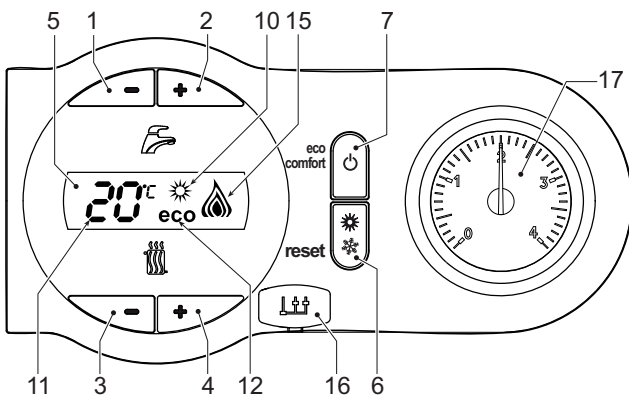
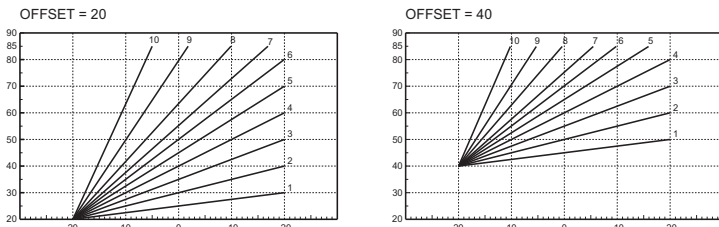

рис. 1 - Панель управления
рис. 6 - Пример параллельного смещения компенсационных характеристик
**Условные обозначения на панели управления рис. 1**
Во время запроса на отопление (направляемого комнатным термостатом или пультом ДУ с таймером)на дисплее отображается фактическая температура в контуре отопления (поз. 11 - рис. 1) и во время ожидания отопления - надпись "d2"
Во время запроса на ГВС (вызываемого потреблением горячей воды ГВС)на дисплее отображается фактическая температура выходящей горячей воды ГВС (поз. 11 - рис. 1) поочередно с надписью "SA" (ГВС) и во время ожидания подачи горячей воды - надпись "d1".
В случае неисправности (см. сар. 4.4) на дисплее отображается код неисправности (поз. 11 - рис. 1) и во время ожидания - надписи "d3" и "d4".
Нажмите кнопку "Вкл/Выкл" (поз. 7 - рис. 1) на 5 секунд.
Когда котел выключен, на электронный блок продолжает подаваться электрическое питание. При этом не происходит нагрева воды для систем отопления и ГВС. Остается активной система защиты от замерзания. Для повторного включения котла снова нажмите кнопку "Вкл/Выкл"(поз. 7 рис. 1) на 5 секунд.
Нажмите кнопку "Лето"/"Зима" (поз. 6 - рис. 1) на 2 секунды.
На дисплее высветится символ "Лето" (поз. 10 - рис. 1); При этом котел будет вырабатывать только воду для ГВС. Остается активной система антизамерзания.
Для выключения режима "Лето" вновь нажмите кнопку "Лето"/"Зима" (поз. 6 - рис. 1) на 2 секунды
Температура в системе отопления регулируется в пределах от 30°C до 85°C с помощью кнопок рис. 1 (дет. 3 и 4 - ); однако, не рекомендуется эксплуатировать котел при температуре ниже 45 °C.
Температура рис. 1в системе ГВС регулируется в пределах от 40°C до 50°C с помощью кнопок (поз. 1 и 2 - ).
Данное устройство может быть отключено пользователем (режим ECO), нажав клавишу eco/comfort (поз. 7 - рис. 1). При работе в режиме ECO на дисплее высвечивается соответствующий символ (поз. 12 - рис. 1). Для включения режима "КОМФОРТ" снова нажмите кнопку "Экономичный"/"Комфорт" (поз. 7 - рис. 1).
В режиме плавающей температуры величина, заданная с помощью кнопок регулировки температуры в системе отопления (Поз.3 - рис. 1), становится максимальной температурой воды, подаваемой в систему отопления. Рекомендуется устанавливать ее на максимальную величину, чтобы позволить системе выполнять регулировку во всем полезном рабочем диапазоне.
При нажатии на 5 секунд кнопки "СБРОС" (поз. 6 - рис. 1) открывается доступ в меню "Плавающая температура"; при этом на дисплее мигает символ "CU".
Используйте кнопки регулировки воды ГВС (поз. 1 - рис. 1) для выбора нужной компенсационной характеристики от 1 до 10. При установке характеристики на 0, режим "плавающей температуры" отключается.
При нажатии кнопок регулировки температуры отопления (поз. 3 - рис. 1) открывается доступ к параллельному смещению характеристик; при этом на дисплее мигает символ "OF". Используйте кнопки регулировки воды ГВС (поз. 1 - рис. 1) для параллельного изменения кривых в соответствии с характеристикой (рис. 6).
При повторном нажатии на 5 секунд кнопки "Сброс" (поз. 6 - рис. 1) осуществляется выход из меню "Плавающая температура".